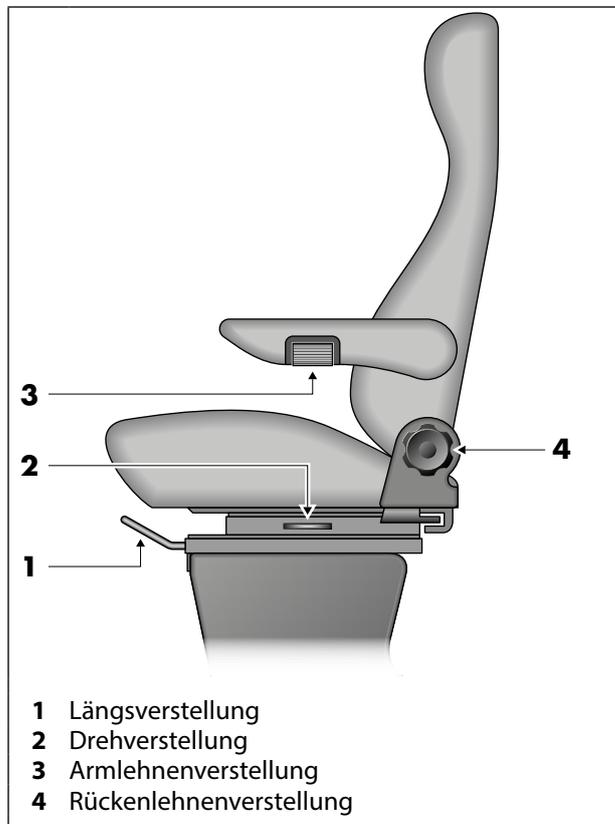

Abb. 1 Bedienelemente am Fahrzeugsitz
1. Entriegelungshebel (Abb. 1, Pos. 1) nach oben ziehen und halten.
1. Entriegelungshebel (Abb. 1, Pos. 2) ziehen und halten.
1. Handrad (Abb. 1, Pos. 4) nach vorne bzw. hinten drehen und Rückenlehne nach vorne bzw. hinten verstellen.
2. Die Einstellung der Armlehnenhöhe über Drehwalze (Abb. 1, Pos. 3) vornehmen.